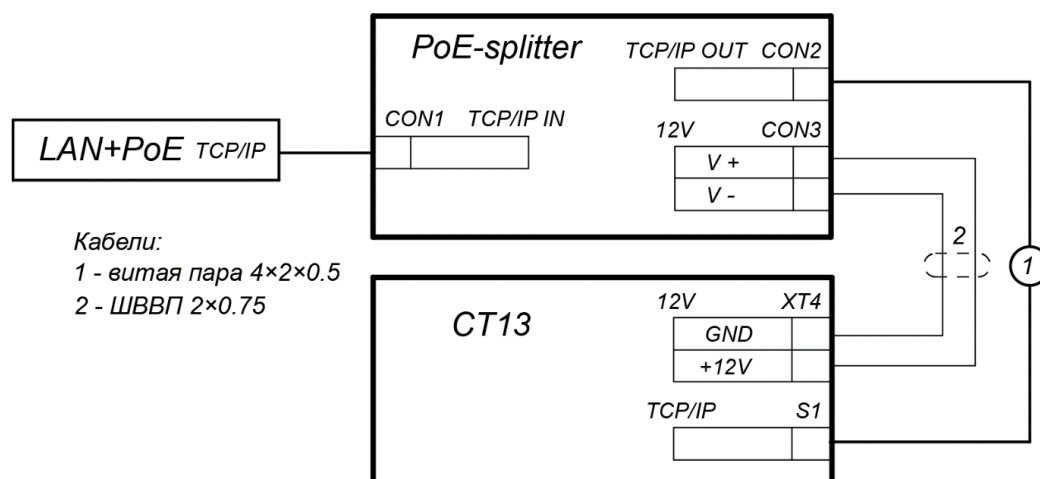

Рисунок 31. Схема подключения контроллера ЭП
- Подключите цепь питания контроллера ЭП к разъему **Con3** сплиттера. Схема подключения приведена на рис. 31 (штекер для подключения к разъему входит в комплект поставки сплиттера).